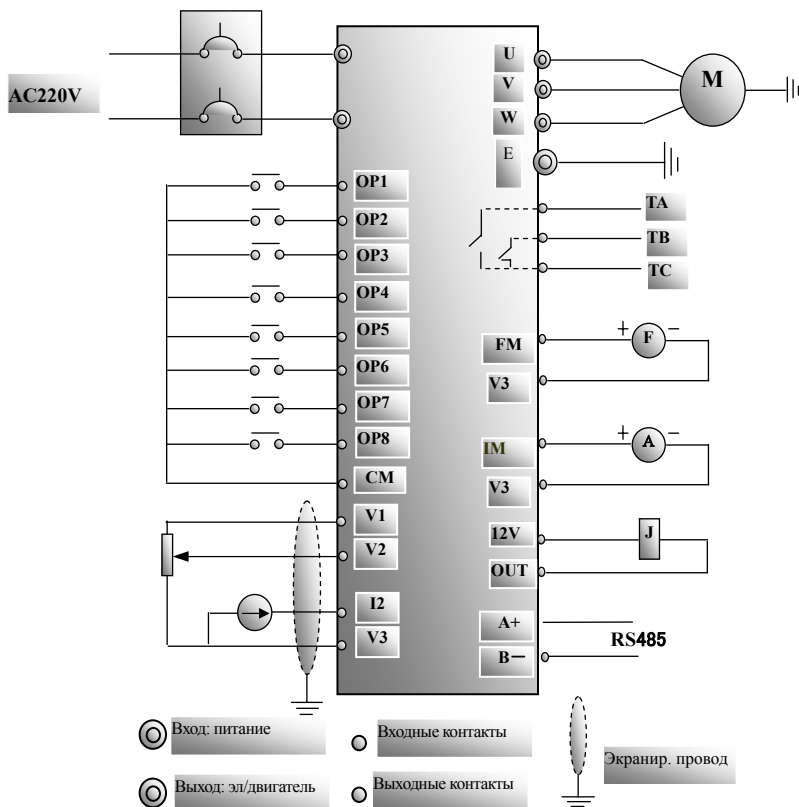

Рис.3-2 Схема подключения однофазного преобразователя
В случае трехфазного входного напряжения питание подсоединяется к клеммам R, S, T (R и T клеммы для однофазного напряжения питания) и PE(E) заземление; клеммы U, V и W используются для подсоединения электродвигателя, как показано на рис. 3-2. Электродвигатель должен быть заземлен.
На Рис.3-2 общая схема подключения для однофазных преобразователей частоты серии F1000-G.